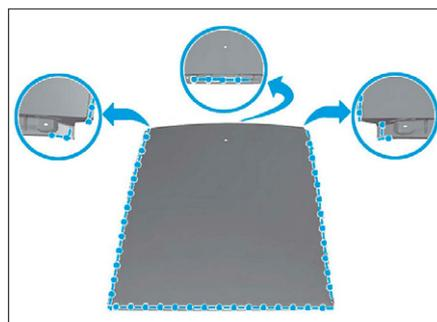

FIG. 123
- Préparer les zones d'accostage et les protéger par un apprêt soudable (Fig.123).